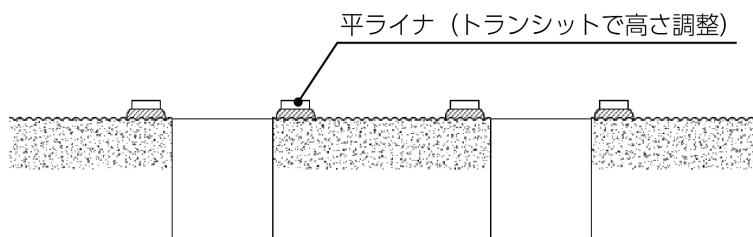

図 2.4-3 平ライナの設置
- (3) 平ライナの表面を清掃し、図 2.4-3 のようにモルタルの上に設置します。各平ライナの高さは、トランシット等で公差 $\pm 0.5\text{mm}$ 以内とし、水平度は1mに対し0.1mm以内となるよう調整してください。